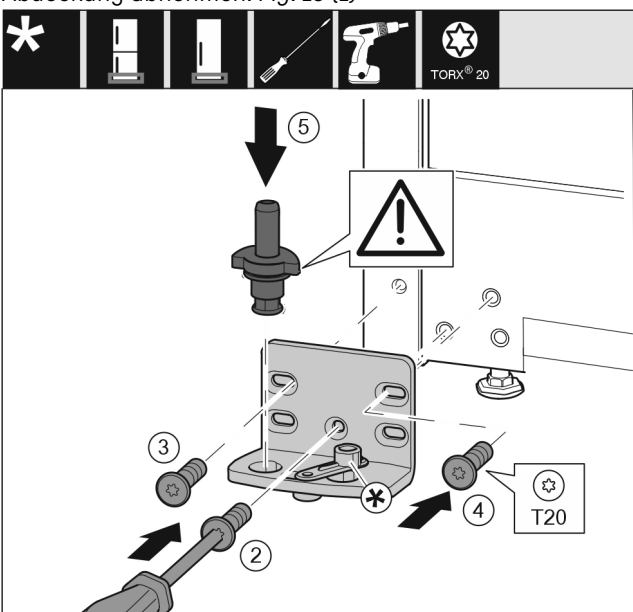

Fig. 14
- ▶ Lagerbock auf der anderen Seite ansetzen und mit Hilfe eines Schraubendrehers T20 anschrauben. Mit Schraube 2 unten in der Mitte beginnen. Fig. 14 (2)
- ▶ Schraube 3 und 4 festschrauben. Fig. 14 (3,4)
- ▶ Lagerbolzen komplett einsetzen. Dabei darauf achten, dass der Rastnocken nach hinten zeigt. Fig. 14 (5)